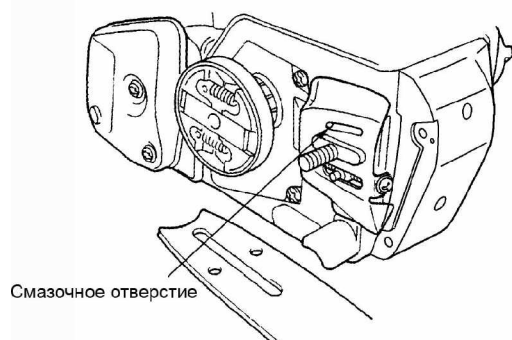

Рис. 21.
2. Система смазки цепи. См. Рис. 21.